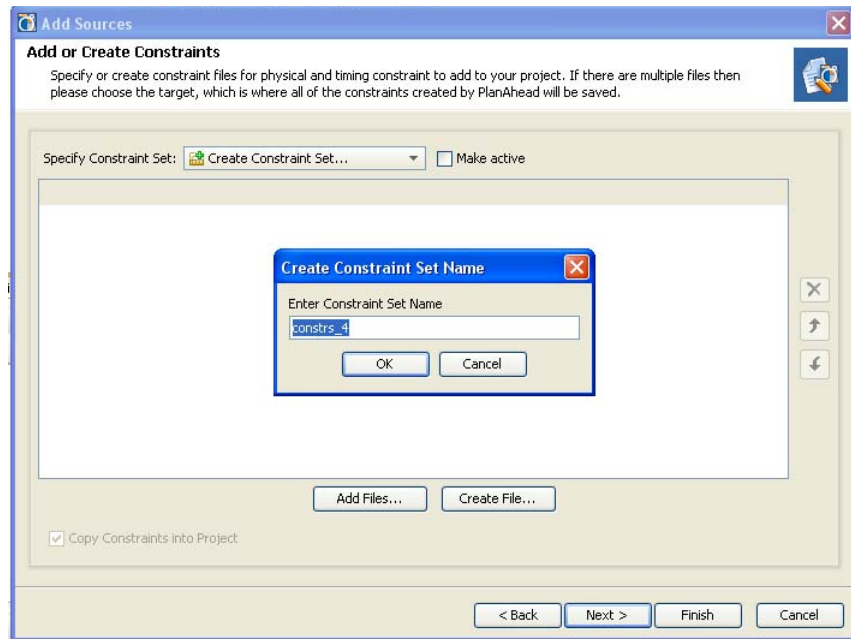

図 3-21 : [Create Constraint Set Name] ダイアログ ボックス
61 ページの図 3-21 に、Add Sources ウィザードの [Add or Create Constraints] ページで制約セットを作成する際に表示される [Create Constraint Set Name] ダイアログ ボックスを示します。
1. Add Sources ウィザードの [Add Constraints] ページで、[Specify Constraint Set] ドロップダウン リストから [Create Constraint Set] を選択します (図 3-21 を参照)。